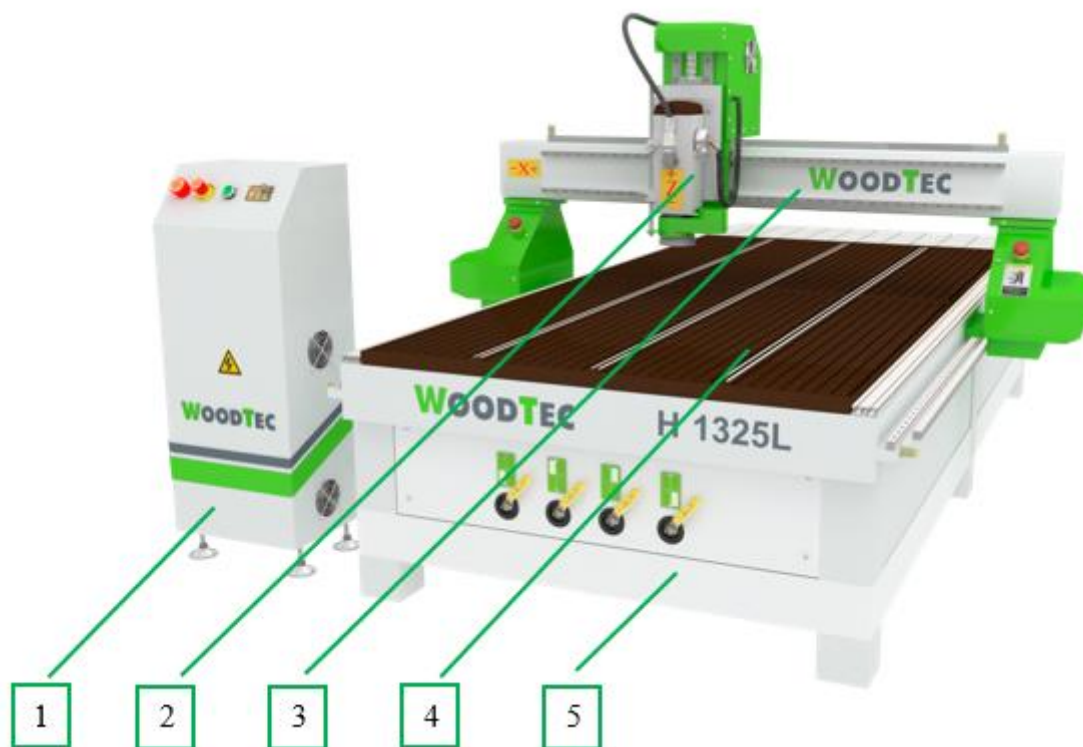

Рис. 1 Общий вид станка
4.1.1. Общий вид станка представлен на Рис. 1, перечень составных частей приведен в Табл. 2.